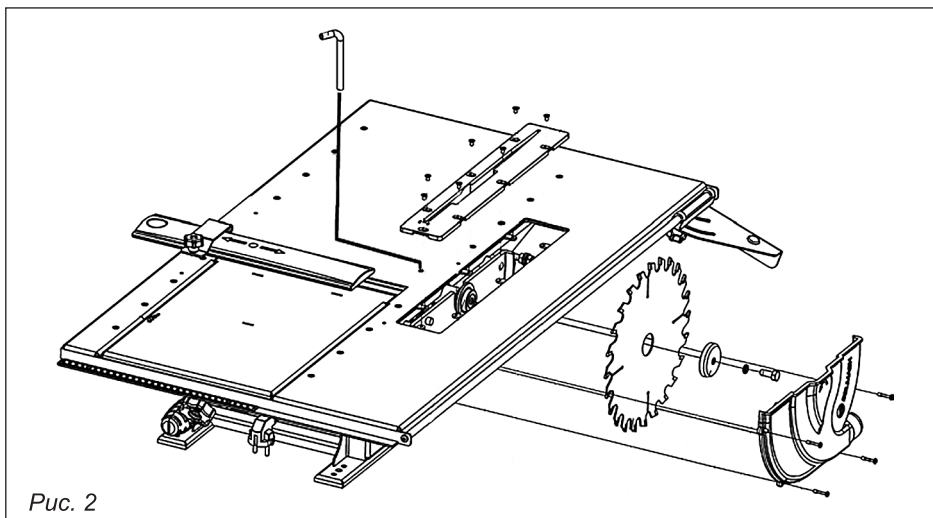

Рис. 2
- Совместить отверстия пильного стола и пильного вала, установить в отверстия фиксатор (рис. 2), фиксатор выполняет функцию стопора;